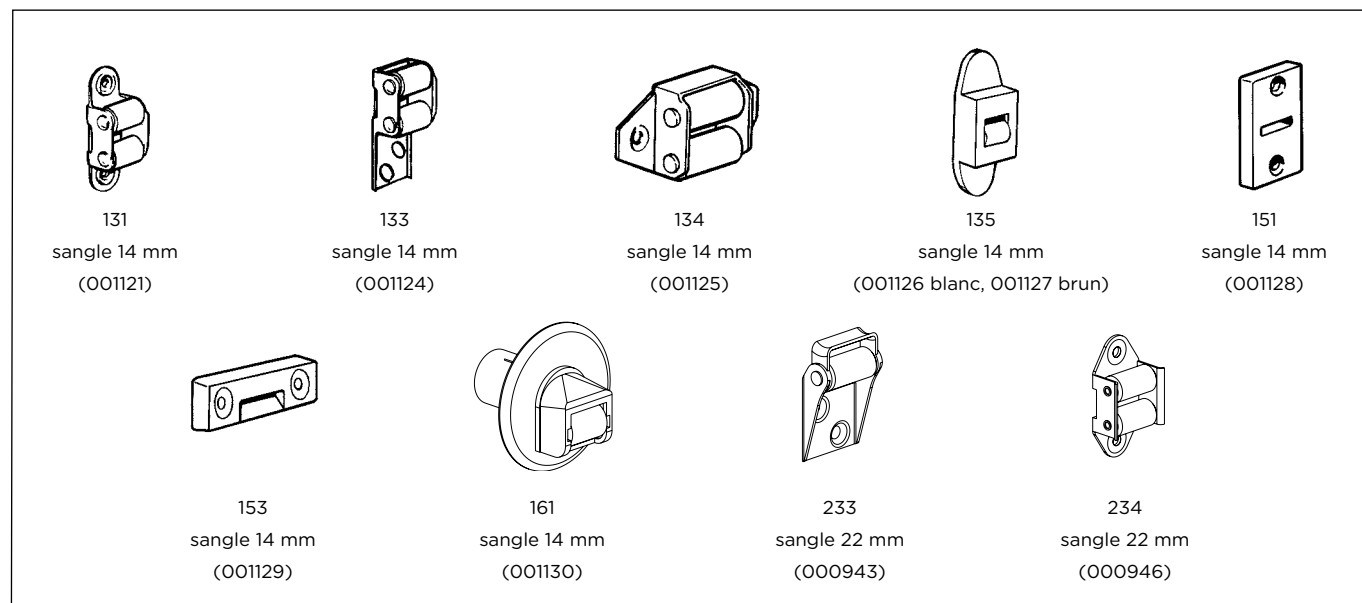

Fig. 10 :
- Gamme guides sangle (voir fig. 10)